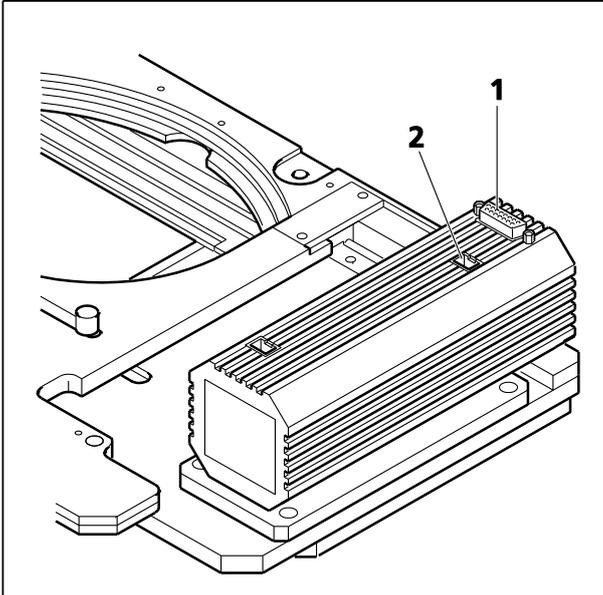

Fig. 25 Platine de balayage 130x85 mot. P, CAN, connexions en partie inférieure
- Après avoir installé la platine sur le statif du microscope, relier les câbles au guide XY (Fig. 25/1) et au statif (Fig. 25/2).